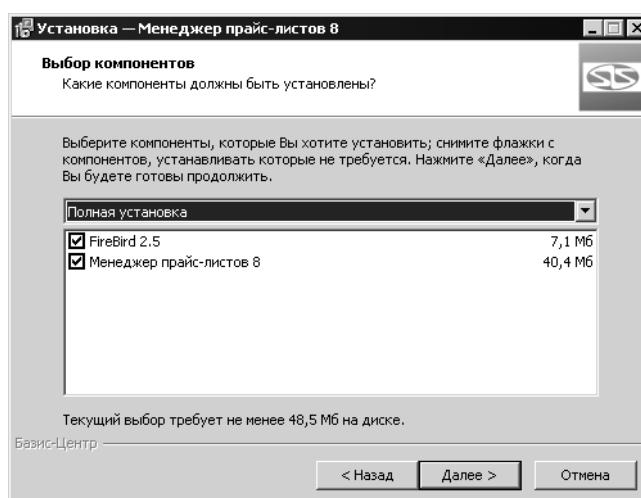

Рис. 1.2.
5. Выберите из раскрывающегося списка вариант установки и включите опции рядом с наименованиями модулей, которые необходимо установить (рис. 1.2).